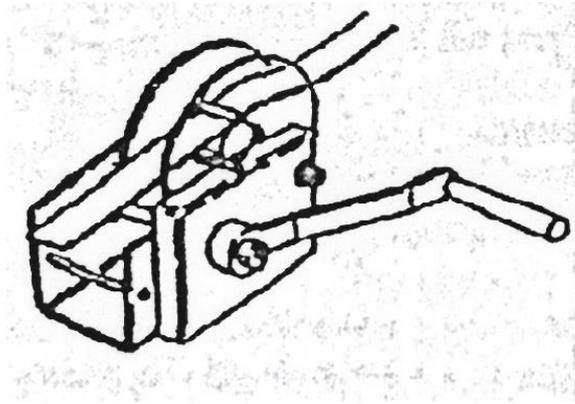

Рисунок 20 – Барабан лебедки
- вставить подъемный трос в барабан лебедки (рисунок 20) и намотать столько троса, чтобы мачта выдвинулась на 10 см;
- вставить подъемный трос в барабан лебедки (см. рисунок 20) и намотать столько троса, чтобы мачта выдвинулась на 10 см;